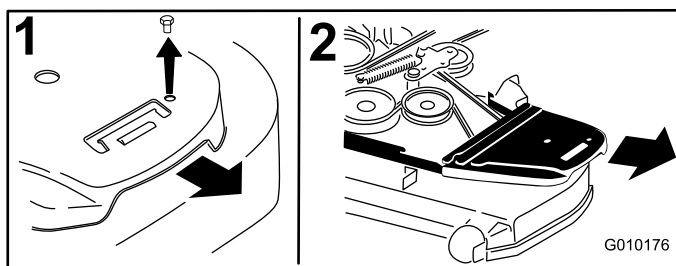

Figura 70
4. Retire las cubiertas de la correa (Figura 70).